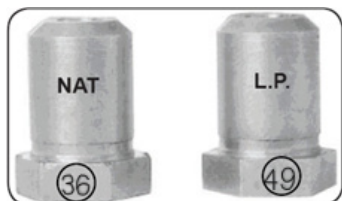

Fig. 5
3. Changer l'injecteur dans le robinet. **REMARQUE :** Le numéro de modèle figure sur le côté de l'injecteur (Fig. 5).